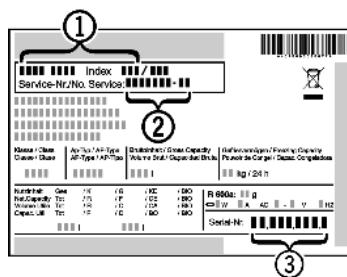

Fig. 17
- ▶ Обратитесь в сервисную службу и сообщите вид неисправности, наименование устройства Fig. 17 (1), сервисный № Fig. 17(2) и серийный № Fig. 17(3).